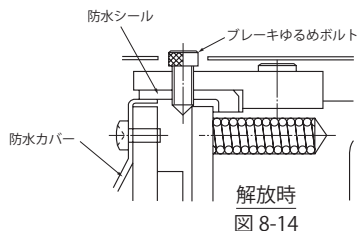

図 8-14
- (1) 対角2ヶ所のブレーキゆるめボルトを一旦外し、手動解放防止用スペーサを取り除いた後、再度ボルトを六角スパナでねじ込んでいくとブレーキは解放されます。この時ブレーキゆるめボルトを回し過ぎないようにしてください。(ブレーキが解放されたか確認しながらブレーキゆるめボルトを回してください。)(図8-14、8-15参照)